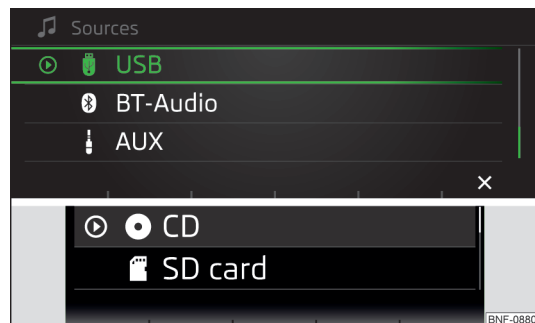

Fig. 106
- Tryk på funktionsknappen 🎵. Vælg audiokilden med drejeregulatoren ⌚ » Fig. 106, og vælg den ønskede mappe/det ønskede nummer.